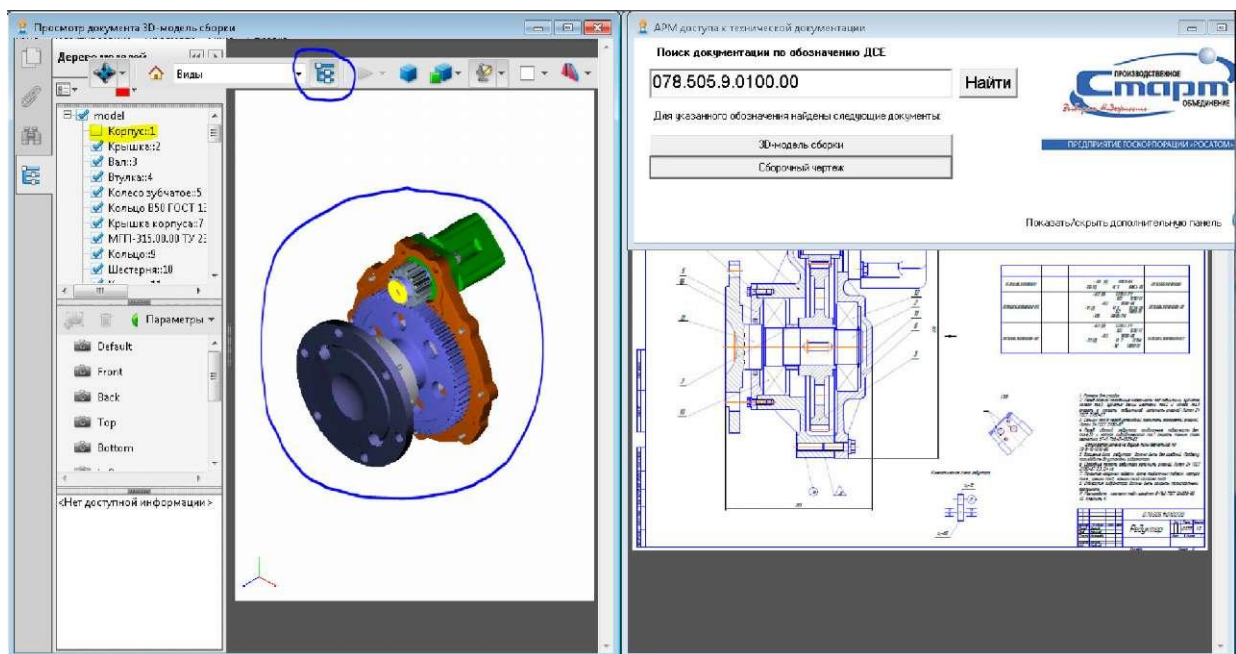

Рисунок 9 - Использование функциональности Adobe Reader
5.3.3 При просмотре документов возможно наносить пометки и примечания, просматривать состав сборочной единицы, используя функциональность Adobe Reader (см. рисунок 9)